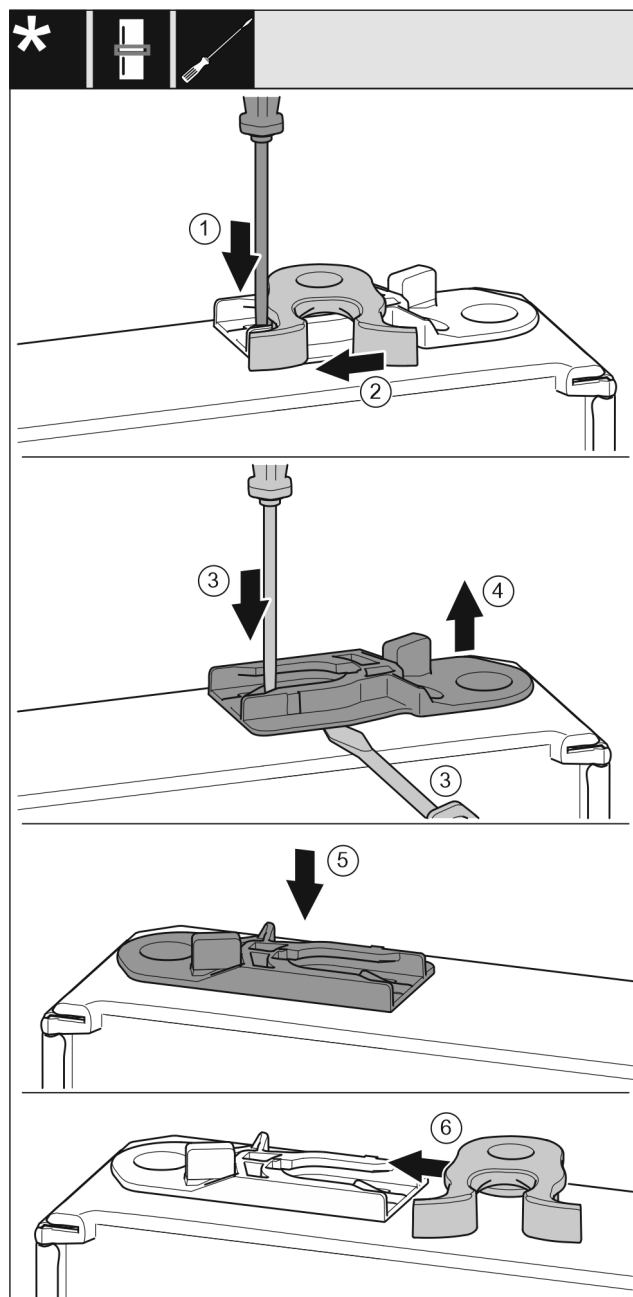

Fig. 50 *
- Odvijačem s ravnom glavom pritisnite spojnicu Fig. 50 (1) prema dolje.*
- Izvucite kuku za zatvaranje Fig. 50 (2) iz vodilice.*
- Izvucite čahuru za vođenje Fig. 50 (3, 4): Odvijačem s ravnom glavom pritisnite spojnicu i istodobno umetnite odvijač s ravnom glavom ispod čahure za vođenje.*
- Gurnite isporučenu čahuru za vođenje Fig. 50 (5) na drugoj strani uređaja.*
- Gurnite kuku za zatvaranje Fig. 50 (6) u vodilicu.*